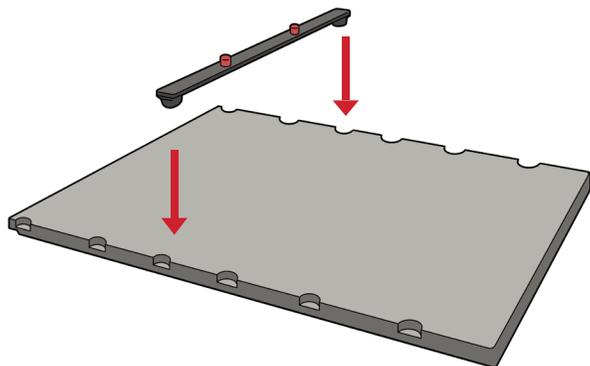

図1
1. 2ピン位置決めバーを、カウチトップの目的の位置に取り付けます。(図1)